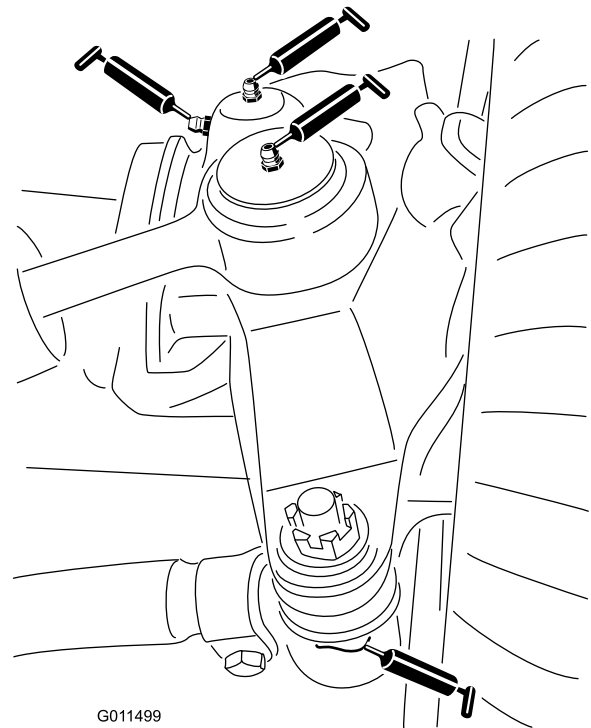

Bild 61
- Zwei Lenkzylinder-Kugelgelenke (Bild 61)
- Zwei Spurstangen-Kugelgelenke (Bild 61)
- Zwei Achsschenkelbüchsen (Bild 61).